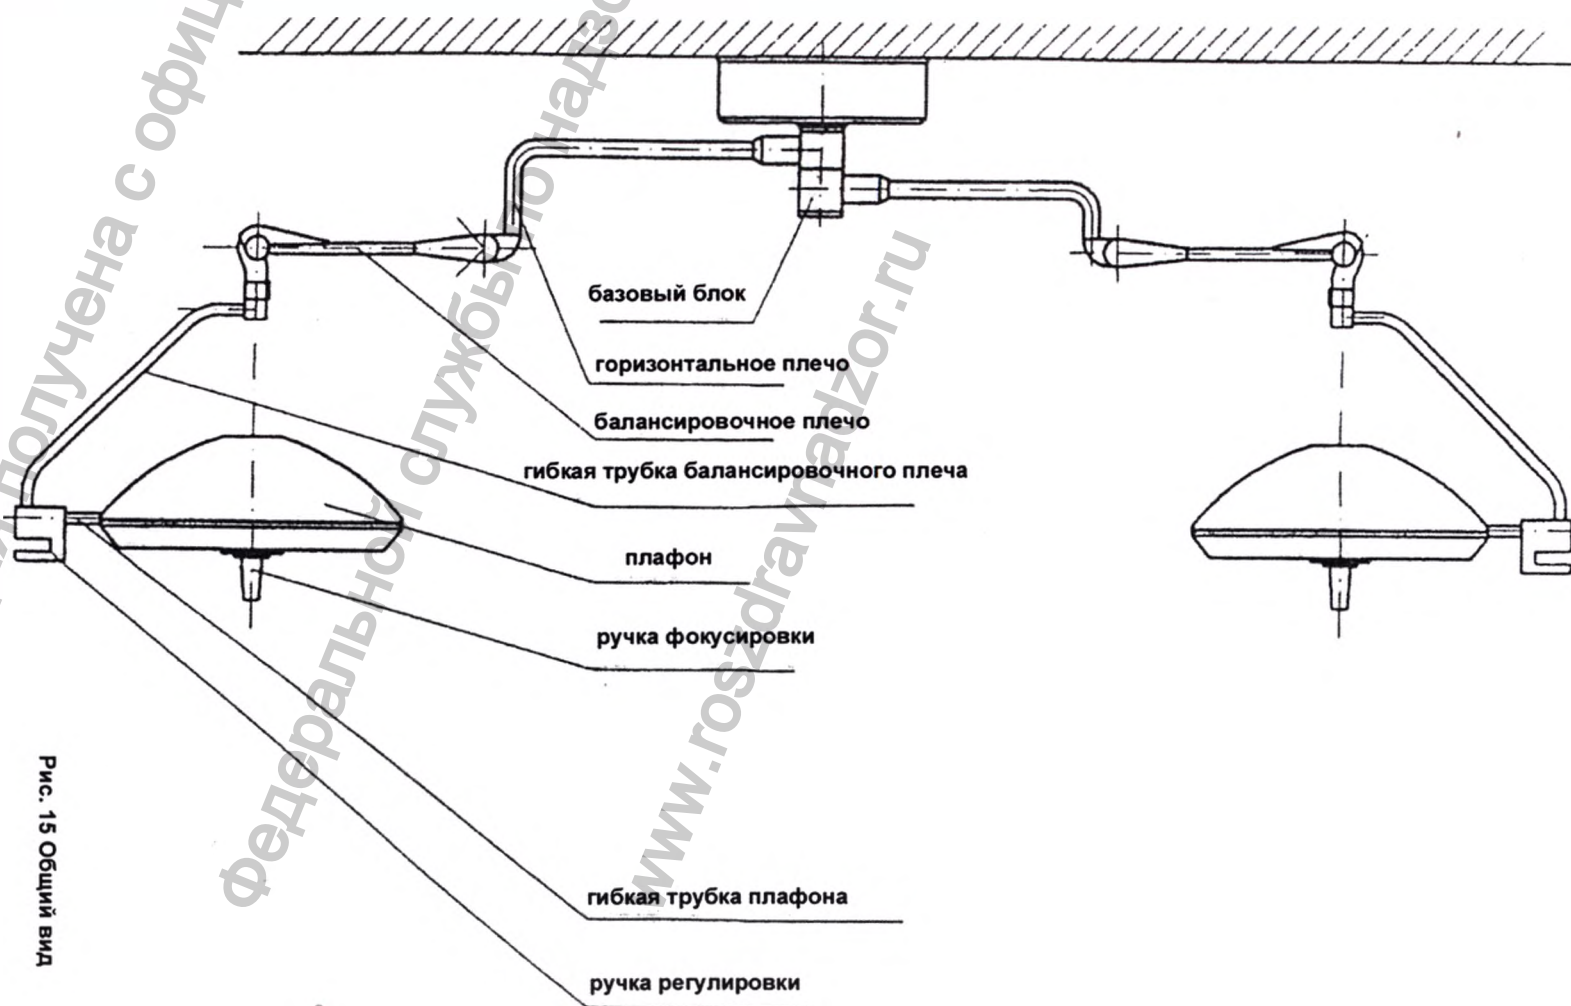

Рис. 15 Общий вид
7.4.1 Горизонтальное плечо вращается вокруг основной оси базового блока, позволяя балансировочной части оставаться вертикальной по отношению к горизонтальному плечу; таким образом, горизонтальное плечо может двигаться свободно. Балансировочная часть вращается вокруг горизонтального плеча, позволяя гибкой трубке балансировочного плеча оставаться вертикальной по отношению к балансировочному плечу; таким образом, гибкая трубка может вращаться свободно. Для достижения необходимого угла освещения управляйте ручкой на плафоне (см. рисунок 15).